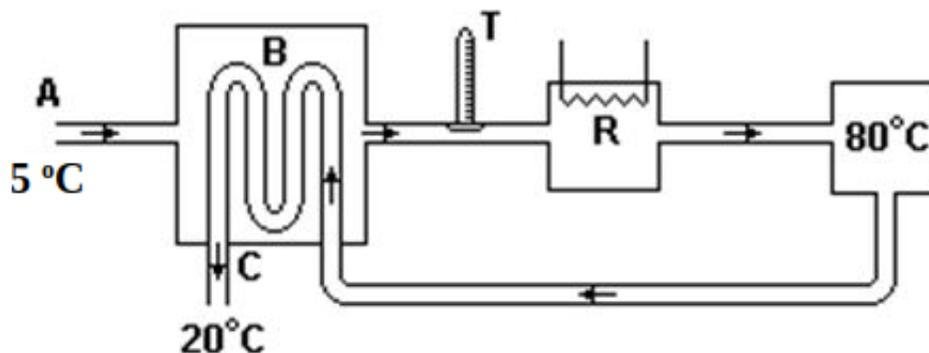

Figura 5.13: Dispositivo de pasteurização
13. (Fuvest) O processo de pasteurização do leite consiste em aquecê-lo a altas temperaturas, por alguns segundos, e resfriá-lo em seguida. Para isso, o leite percorre um sistema, em fluxo constante, passando por três etapas, conforme figura 5.13: